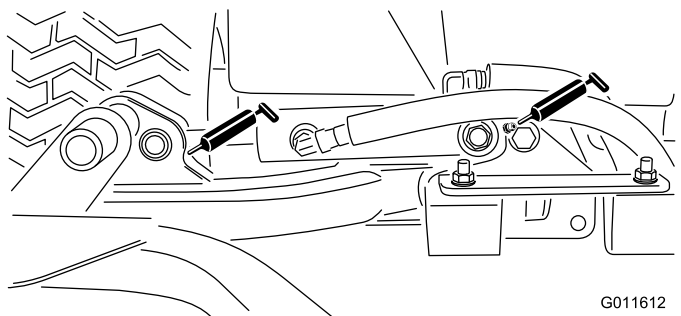

Bild 30
- Hubarmzylinder der Schneideinheit (2)—Bild 30
- Hubarmgelenke (1)—Bild 30